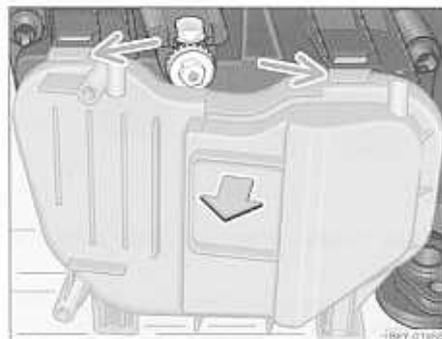

Fig. 153. Cubierta protectora para faros delanteros
- Presione hacia abajo el resorte de seguridad y desmonte la cubierta protectora ⇒ página 222, fig. 153.
- Desmonte la cubierta protectora por el lado posterior del faro ⇒ página 222, fig. 153.
- Separe el conector eléctrico (B).
- Comprima el estribo de alambre elástico (A) del portalámparas y abátalo.
- Insertar el conector eléctrico (B).
- Desmonte la cubierta protectora por el lado posterior del faro → página 222, fig. 153.
- Extraiga el enchufe (A).
- Desenclavar el estribo de alambre elástico (B) hacia abajo y abatirlo a un lado.
- Saque la bombilla (1) y coloque la bombilla nueva de tal modo, que las pestañas de fijación del reflector se encuentren en los rebajes del platillo de lámpara.
- Cale el enchufe (A).